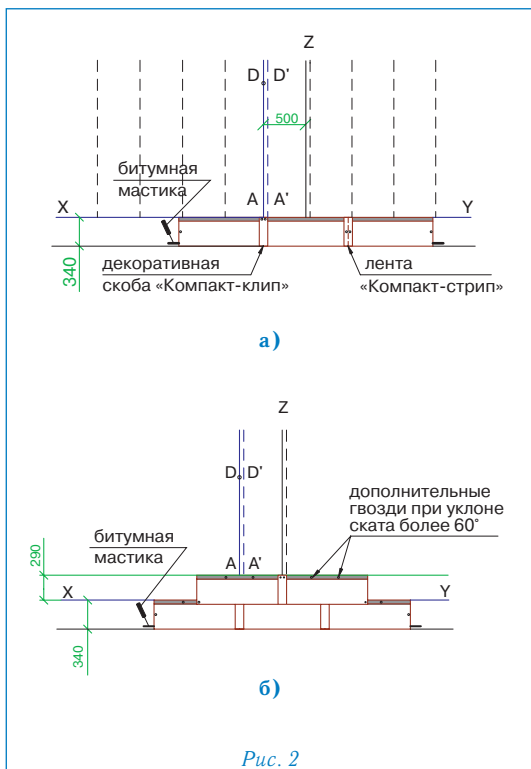

Рис. 2
### Укладка материала (рис. 2)
- укладка черепицы начинается от линии AD, при этом ее верхний край выравнивается по линии XY (рис. 2а);
- листы первого ряда укладываются встык и фиксируются двумя гвоздями по центру коротких сторон на расстоянии 2 см от края (рис. 2а);
- правая сторона скобы «Компакт-клип» выравнивается по линии A'D' и фиксируется двумя гвоздями через специальные отверстия (рис. 2а);
- листы второго ряда черепицы укладываются от линии Z, их нижний край выравнивается по линии, параллельной XY; каждый лист фиксируется двумя гвоздями в 2,5 см от нижней стороны; стыки закрываются декоративными скобами «Компакт-клип», которые также фиксируются двумя гвоздями (рис. 2б);
Каждый лист ПРЕСТИЖ КОМПАКТ закрепляется четырьмя гвоздями, в соответствии с рекомендациями, приведенными выше (рис. 2б).
При укладке материала на скатах с уклоном более  $60^\circ$  каждый лист дополнительно фиксируется 2 гвоздями в верхней части (рис. 2б).